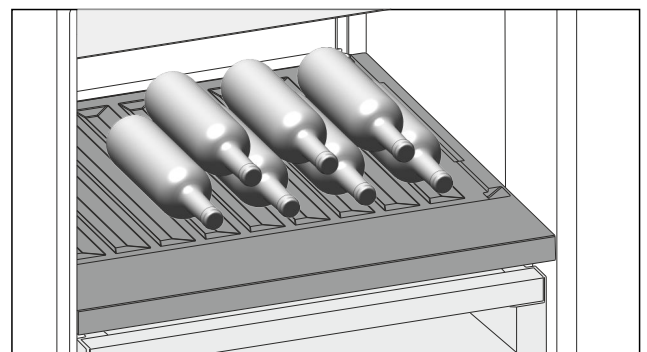

Fig. 115
- Placer les bouteilles avec le fond orienté vers la paroi arrière de l'appareil. (voir Fig. 115)